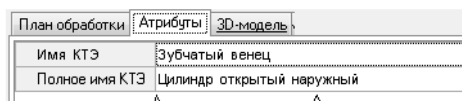

Рис. 8.2.
2. Установите курсор на появившемся в дереве КТЭ элементе *Цилиндр* и перейдите на вкладку **Атрибуты**. Замените имя КТЭ на *Зубчатый венец* (рис. 8.2). Полное имя КТЭ не изменяйте.